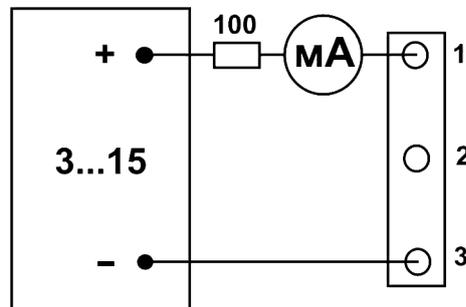

Рис.2
8.4 В случае длительного (более трех месяцев) перерыва в работе необходимо зарядить встроенную аккумуляторную батарею от источника постоянного тока согласно Рис.2. Установите ток 27 мА.